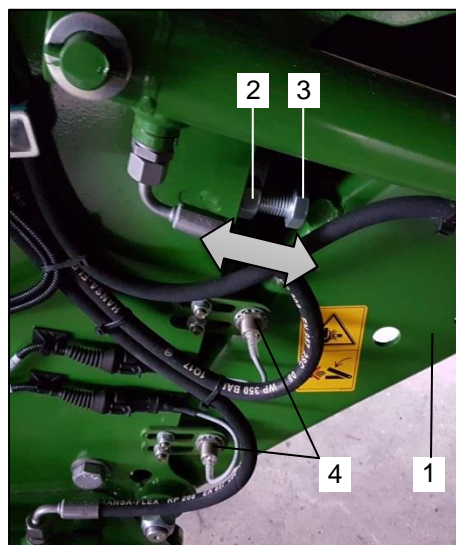

Bild 128: Abstandsmaß einstellen
Soll das Schneidwerk (Bild 128 / Pos. 1) justiert werden, muss wie folgt vorgegangen werden:
- Schwenken Sie das Schneidwerk (Bild 128 / Pos. 1) mittels der maschinenseitigen Steuerung komplett aus.
- Lösen Sie die Kontermutter (Bild 128 / Pos. 2) auf der einzustellenden Seite des Schneidwerks (Bild 128 / Pos. 1).
- Stellen Sie die Schraube (Bild 128 / Pos. 3) durch Reindreihen oder Rausdrehen ein.
- Schwenken Sie das Schneidwerk (Bild 128 / Pos. 1) mittels der maschinenseitigen Steuerung komplett ein.
- Ziehen Sie die Kontermuttern (Bild 128 / Pos. 2) wieder fest an.
<p>Das Schneidwerk (Bild 128 / Pos. 1) ist mit Sensoren (Bild 128 / Pos. 4) ausgestattet. Wird das Abstandsmaß eingestellt, muss anschließend eine Anpassung der Schneidwerk Sensoren (Bild 128 / Pos. 4) erfolgen.</p> <p> Hierzu sind die Handlungsanweisungen und Hinweise in der Betriebsanleitung im Kapitel „Funktionsweise und Einstellungen“ im Abschnitt „Elektrik“ zu beachten!</p>